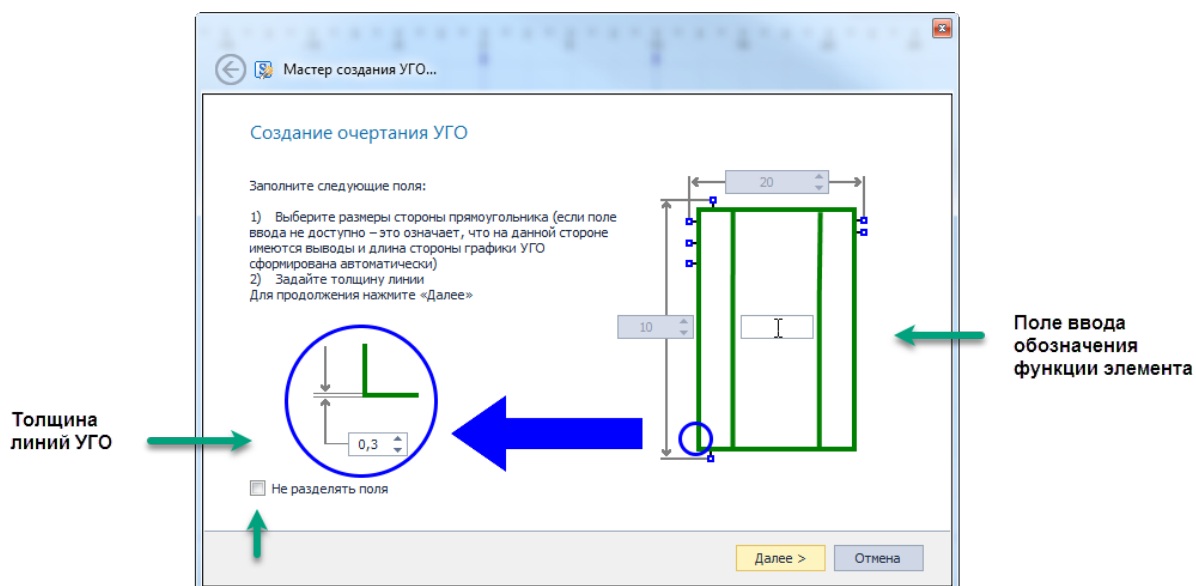

Рис. 234 Настройка графики
4. Настроить графику создаваемого УГО, см. Рис. 234. В левой части окна задается толщина линий УГО (в единицах длины, заданных в настройках системы).